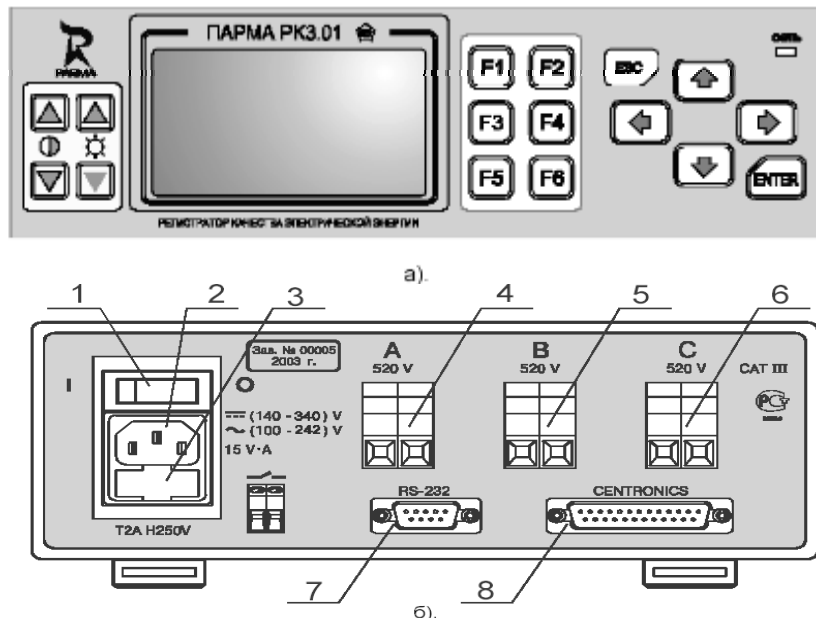

Рисунок 1 – Внешний вид регистратора
4.6.1.3 На лицевой панели регистратора (рисунок 1а) расположены графический дисплей с подсветкой, пленочная клавиатура и индикатор питания.
4.6.1.5 На задней панели регистратора (рисунок 1б) расположены:
- выключатель питания (1) перевод в положение «I» включает регистратор, а в положение «0» выключает;
- разъем для подключения сети питания (2);
- отсек для установки предохранителя питания (3)
- клеммные колодки (4), (5), (6) для подключения напряжения питания фаз «А», «В» и «С» соответственно;
- Разъем RS232 (7) разъем для подключения ПК и (8) разъем Centronics (8) для подключения принтера.
6.3.2.1 ПК подключить к регистратору через разъем, маркированный RS232. (рисунок 1б, (7)), соединение выполнить кабелем для СОМ-порта, входящим в комплект поставки регистратора.
6.3.2.2 Принтер подключить к регистратору через разъем маркированный «CENTRONICS» (рисунок 1б, (8)), соединение выполнить специальным кабелем.